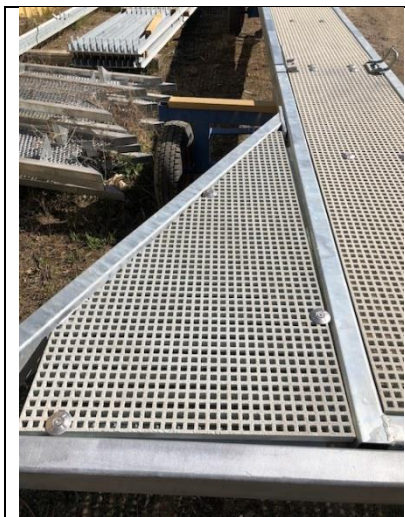

Fig 4
- 4 Montera vänster gångdäck i triangeln med 3st Rostfri M8x90 och stor bricka som bilden visar (Fig 4). Montera 3st låsmutter och små brickor på undersidan.